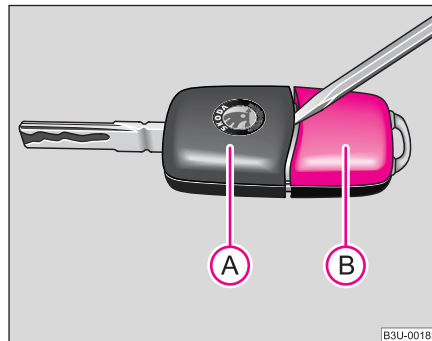

Fig. 19 Desfacerea cheii cu telecomandă
Fiecare cheie principala este compusa dintr-o baterie, care se găsește în capacul carcasei receptorului (B) ♥ fig. 19. Vă recomandăm să vă adresați unei unități Škoda pentru înlocuirea bate- ▶
- Desprindeți cheia **(A)** ♥ pagina 38, fig. 19 cu ajutorul unei șurubelnițe subțiri de carcasa **(B)**.